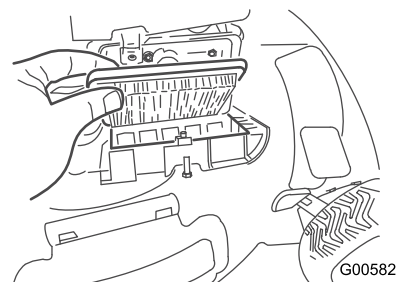

Figure 28
2. Remplacez le filtre à air (Figure 28).